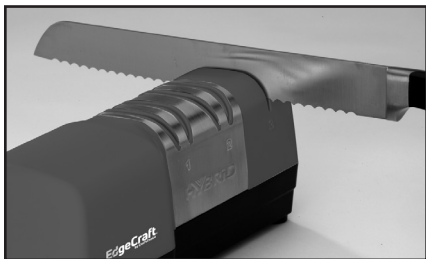

Figura 7. Coltello dentellato nella fase 3.
Las hojas aserradas se pueden afilar en la etapa 3 (ver Figura 7). Coloque el centro de la hoja en la ranura de la etapa 3 y realice cinco (5) pares de pasadas hacia adelante y hacia atrás. Examine el filo y, si es necesario, realice cinco pares de pasadas completas adicionales. Pruebe la intensidad del filo. Si la hoja que debe afilar no está afilada, primero realice dos pares de pasadas rápidas y completas, alterne entre la ranura derecha e izquierda de la etapa 2 y, a continuación, realice cinco (5) pares de pasadas (hacia atrás y hacia adelante) en la etapa 3. Debido a su naturaleza, el cuchillo aserrado nunca parecerá tan afilado ni cortará con tanta suavidad como una hoja de filo liso. Precaución: si realiza demasiadas pasadas en la etapa 2, quitará demasiado metal de los dientes del filo aserrado.